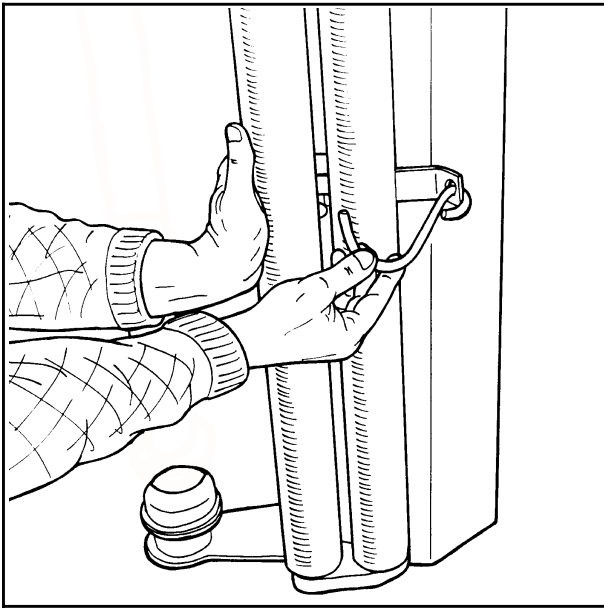

Bild 6-1
- 6.1 Zum Einlegen der Folie die Vorspannrollen zur Seite halten. Die Rollen an der Seite festhalten und den Halter aufsetzen. (Siehe Abb. 6-1).